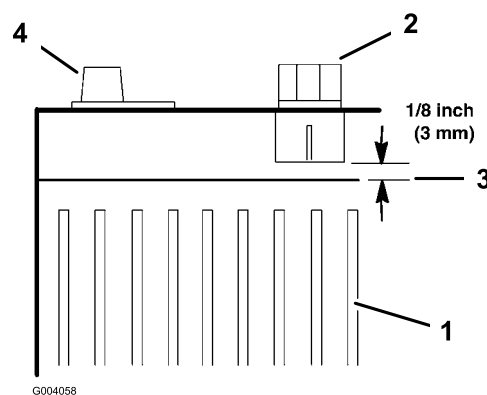

Figura 37
7. Rabboccate con acqua distillata quanto basta per portare il livello dell'elettrolito a 3 mm sotto la base di ogni pozzetto di riempimento (Figura 37).